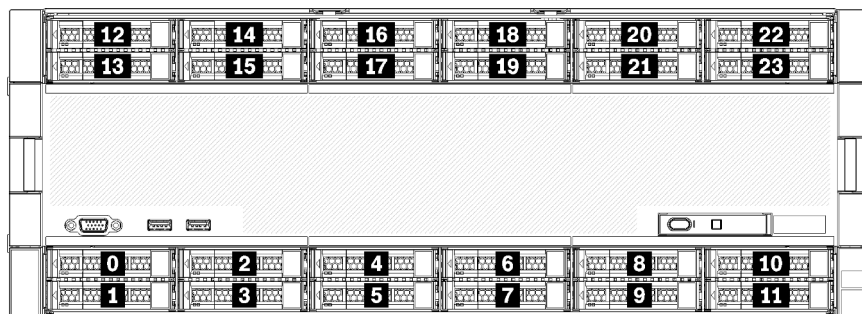

Abbildung 5. Position der Laufwerke
- Die oberen zwei Laufwerke unterstützen Laufwerke mit SAS-, SATA- oder NVMe-Schnittstelle (Lenovo AnyBay). Der Server unterstützt je nach Serverkonfiguration bis zu 12 NVMe-Laufwerke. Die NVMe-fähigen Laufwerkpositionen sind die geradzahlgigen Positionen, wie dargestellt in Abbildung 5 „Position der Laufwerke“ auf Seite 15.